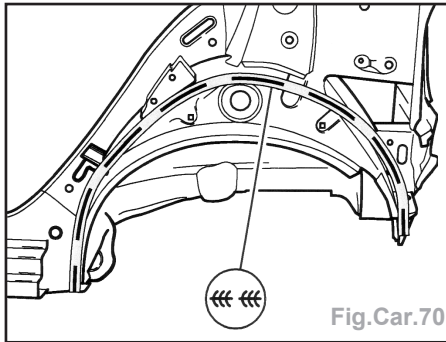

Fig.Car.70
- Souder la coquille du caisson de roue par soudure pleine sous gaz avec discontinuité (Fig.Car.70).